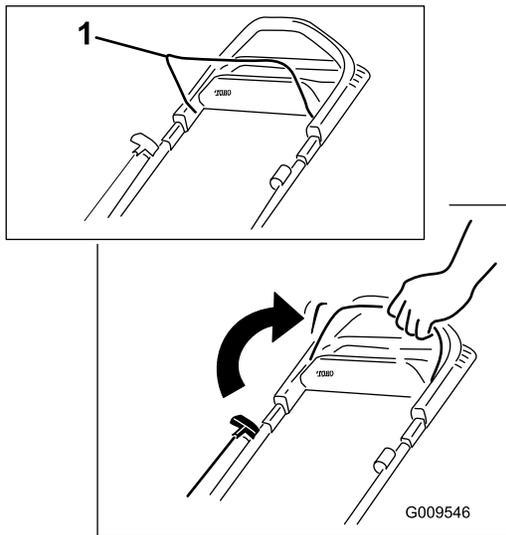

Figura 15
1. Tenete la barra di comando della lama contro la stegola (Figura 15).